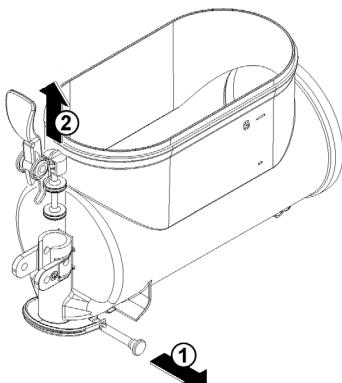

figura 10
- 5** Disassemblare il rubinetto con la sequenza indicata (vedere figura 10).
3 Riassemblare il rubinetto sul contenitore con sequenza inversa rispetto a quanto fatto per lo smontaggio (vedere figura 10).